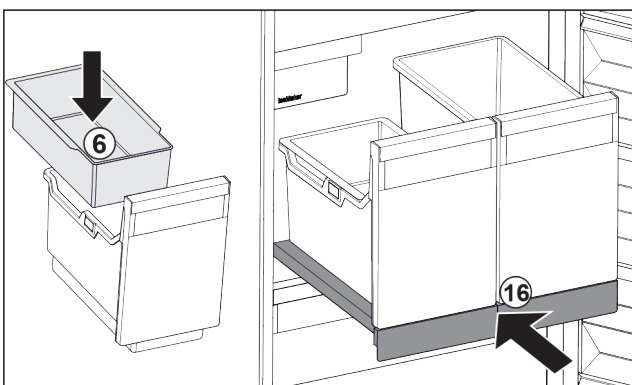

Fig. 107
- ▶ Inhangschaal Fig. 107 (6) voor ijsblokjes aanbrengen.
- ▶ Uitschuifplateau met bak (IceTower) er inschuiven. Fig. 107 (16)